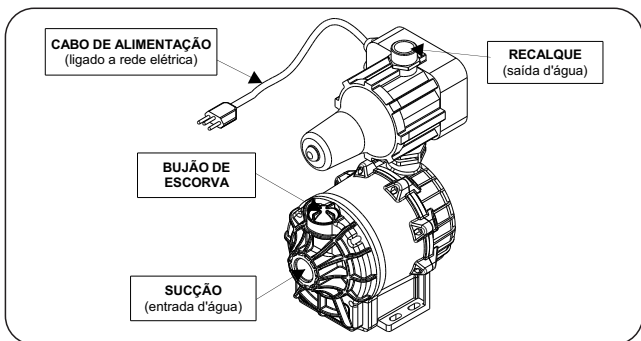

Figura 2
6.11 Jamais utilizar ferramentas para o aperto da tampa do bужão de escorva do pressurizador, o que pode danificar a peça. O aperto manual é suficiente para vedação (ver figura 2).